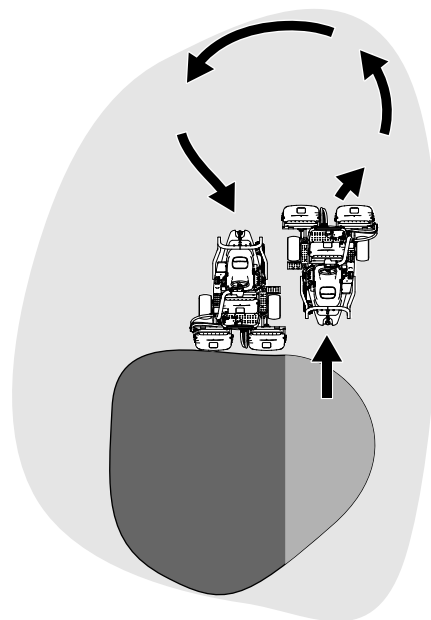

图24
- 要缩短下一趟剪草的操作时间并方便剪出直线应轻轻朝相反方向转动机器然后再转向未剪部分。此动作是一个泪滴状的转弯图24可将机器快速对齐进行下一趟剪草。